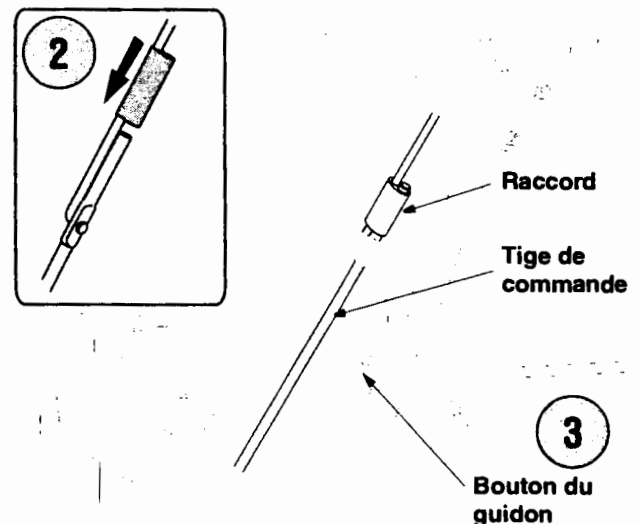

Figure 2
2. Glissez le raccord de la tige de commande du changement de vitesse sur l'extrémité de la tige de commande inférieur. Frappez doucement sur le raccord pour le **bloquer** sur la tige de commande inférieur. Voir la Figure 2.